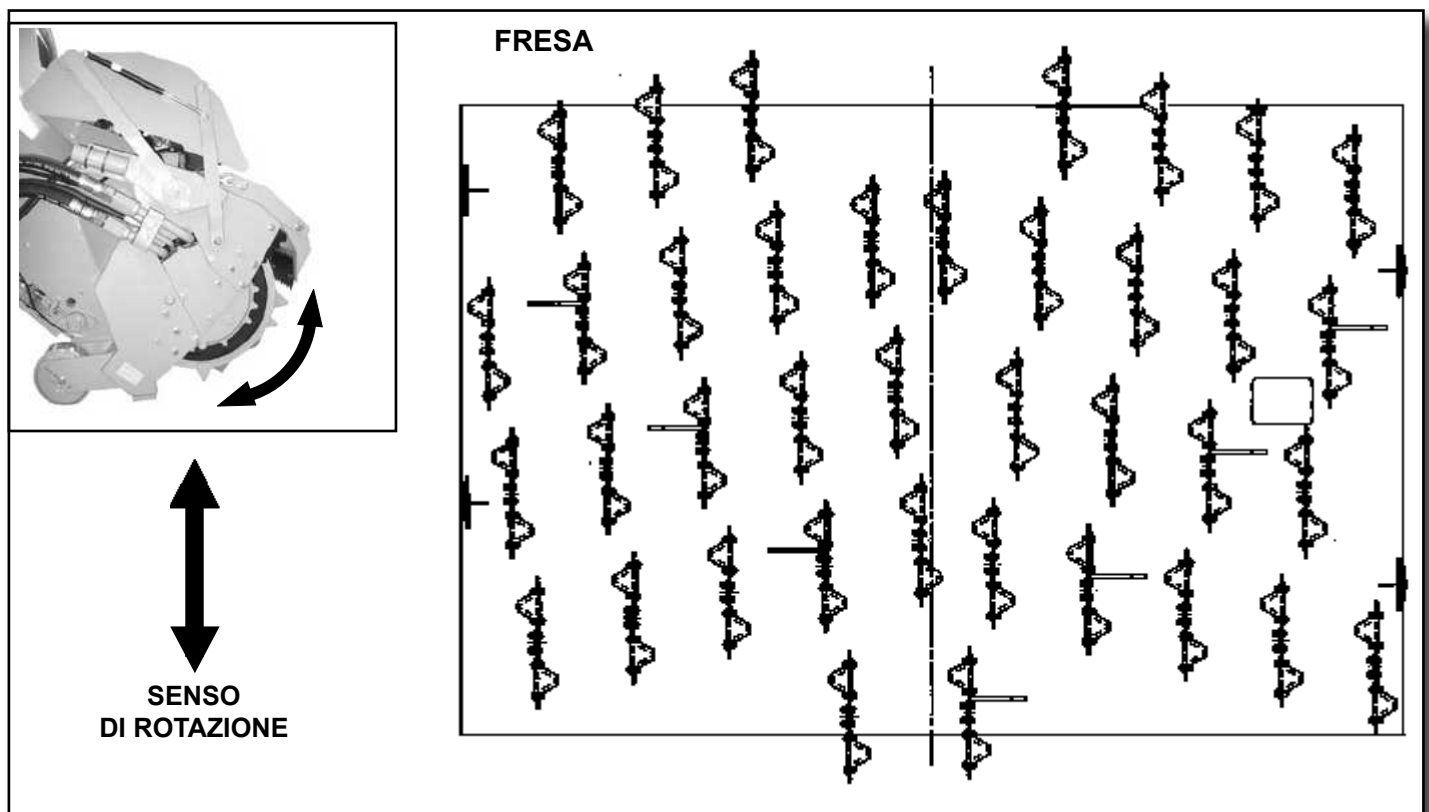

Fig.2
- 4) Sostituire sempre un coltello per volta unitamente alle viti di fissaggio, assicurandosi che la posizione e l'orientamento siano sempre quelli originali (Fig. 2).